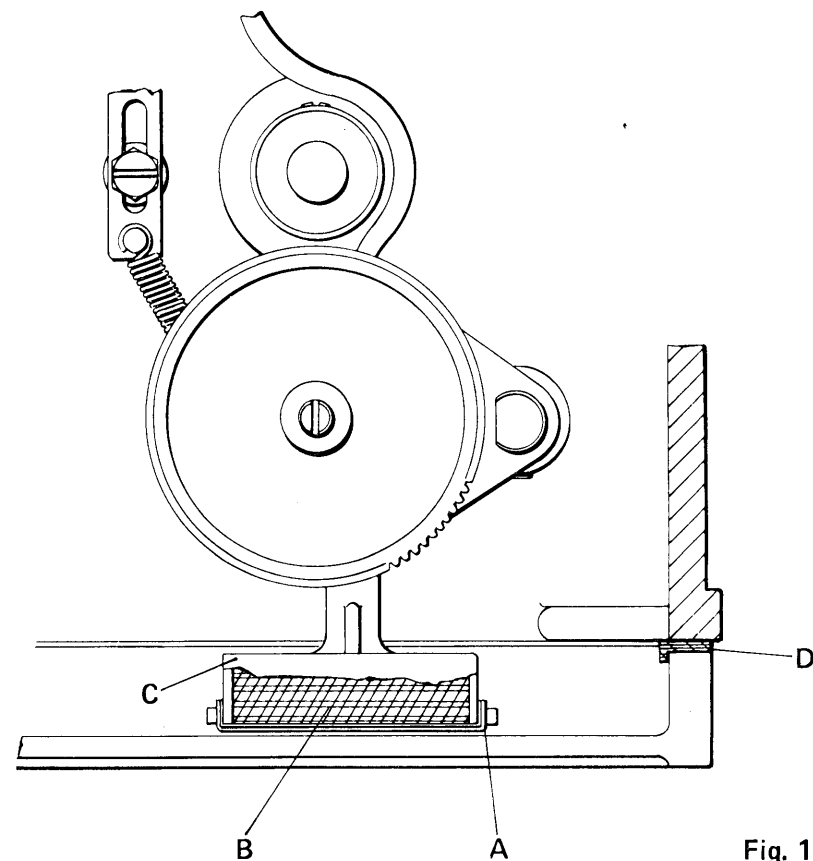

Fig. 19
5. Smontare la molla A che trattiene il filtro B nel corpo porta filtro C della pompa olio, quindi estrarre il filtro B (vedi fig.19)
8. Rimontare la testa sulla bacinella, assicurandosi che la guarnizione di gomma D fig. 19, sia in perfetta efficienza e si trovi nella giusta posizione; serrare le quattro viti 8 che fissano la testa alla bacinella.